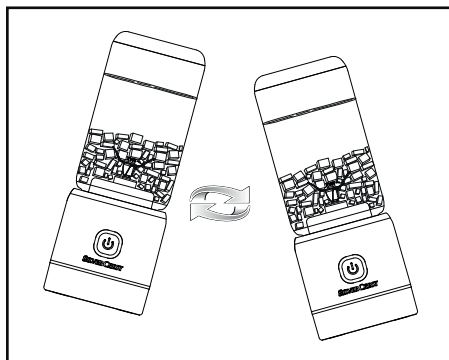

Fig. 1
- 4) Per agevolare la distribuzione degli ingredienti, si può muovere l'apparecchio mentre tritura gli alimenti. Per farlo tenere l'apparecchio in mano ed eseguire movimenti oscillatori avanti e indietro (vedere fig. 1). Assicurarsi che il miscelatore **4** non si stacchi dal blocco motore **9**.